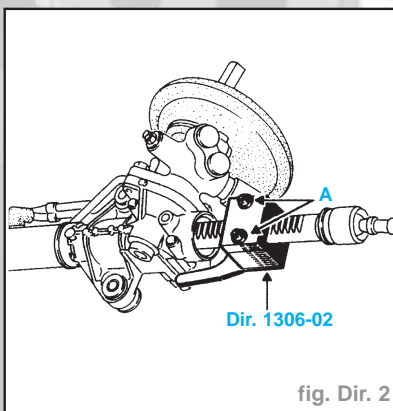

fig. Dir. 2
- Mettre en place sur la denture du barreau côté valve et serrer les d'eux vis (A) (fig. Dir. 2)